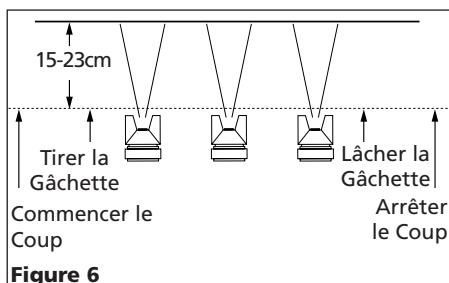

Figure 6
2. Tirer correctement sur la gâchette. Commencer le mouvement au début du coup AVANT DE TIRER SUR LA GÂCHETTE et la relâcher AVANT D'ARRÊTER LE MOUVEMENT à la fin du coup. Cette procédure "mélangera" chaque coup avec le prochain sans avoir l'apparition de chevauchement ou d'inégalités (Voir Figure 6).